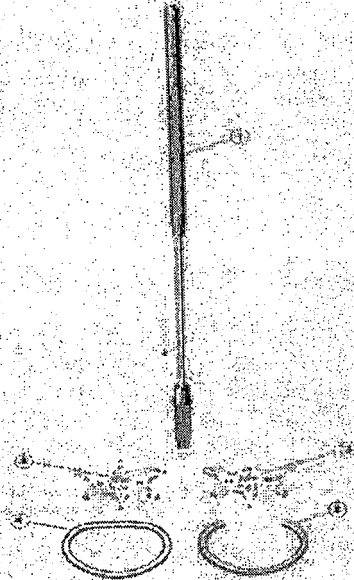

Figura 3
La selección del tamaño de anillo o banda adecuado es una parte importante de la anuloplastia valvular para conseguir el restablecimiento de la función correcta. Utilice un juego de medidores de anillo/banda flexible para anuloplastia Simulus™ (disponible en los Modelos 750, 751 y 755) y un mango para anuloplastia (Modelo 752 o 752XL) para elegir el tamaño (Figura 3).
3. Para el Modelo 700FF y el Modelo 700FC, inserte un mango en el hueco cuadrado del soporte (Figura 3).